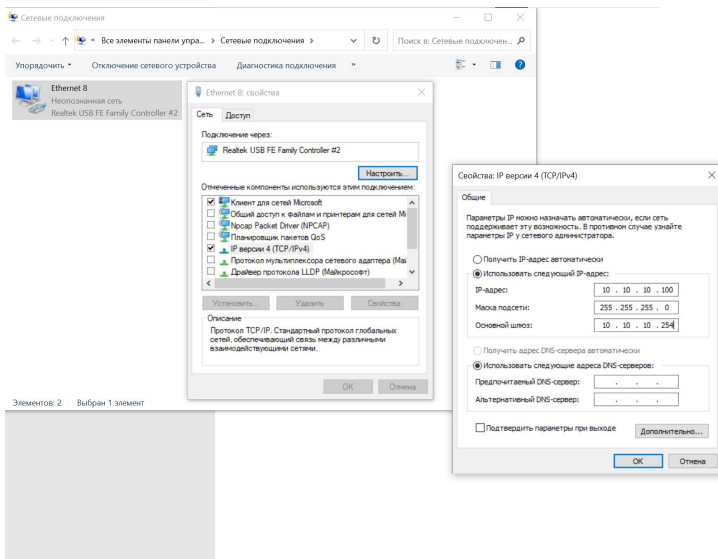

Рисунок 9 – Сетевые настройки
- 4) Установить на ПК следующие сетевые настройки (Рисунок 9):